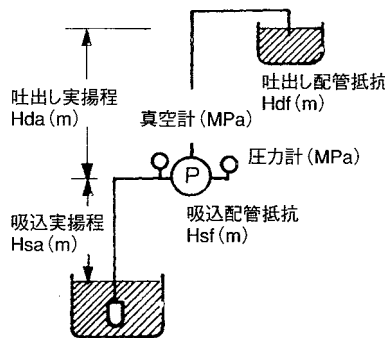

図28
③連成計は真空計と圧力計の両方の機能を持った計器です。
④ポンプの全揚程は図28の配管では